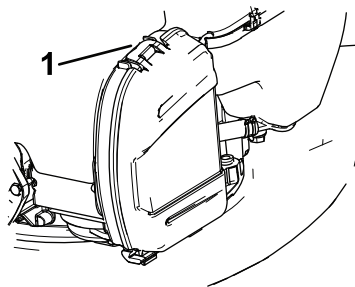

Figura 16
- 1. Levante la pestaña para abrir la tapa del filtro de aire (Figura 16).